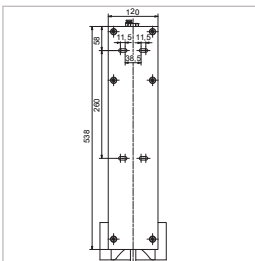

Abbildung 3
- ▶ Befestigen Sie die Zapfsäulenhalterung an den Haltebohrungen an der Tankstelle (*Abbildung 3*).